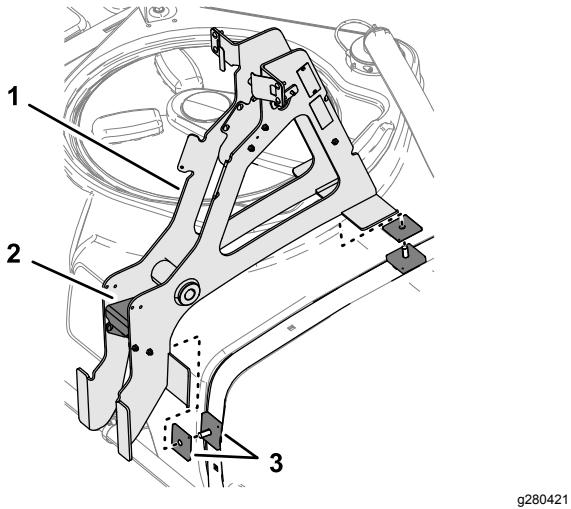

Рисунок 3
- Установите 1 толстую квадратную проставку и 1 тонкую квадратную проставку на 2 ранее установленных каретных болта (Рисунок 3).
- Снимите и сохраните 4 болта и гайки, которые крепят направляющую пластину к узлу основной опорной рамы (Рисунок 3).
- Установите основную опорную раму на квадратные проставки и каретные болты, как показано на Рисунок 3.